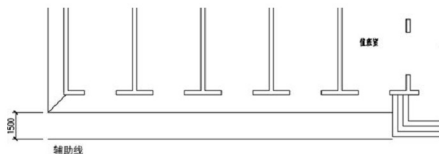

图 3.34 由散水管生成辅助线
(1) 生成辅助线:将台阶左边的散水线向下偏移 1500mm 生成辅助线,如图 3.34 所示。